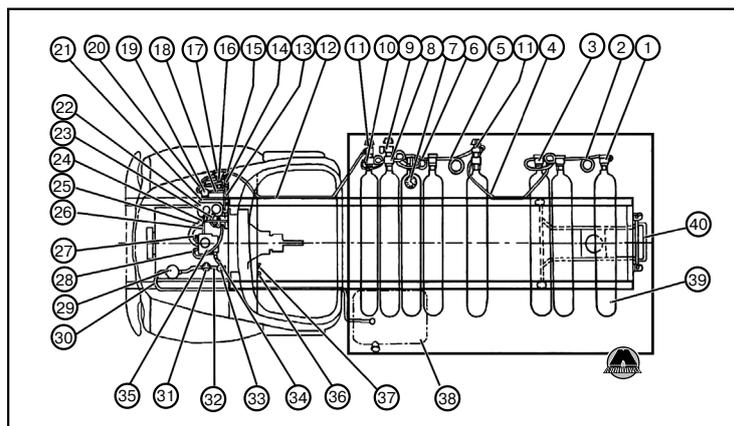

Рис. 1.
Принципиальная схема газобаллонной установки приведена на рис. 1.
Баллоны газовые (рис.1 (39)) предназначены для хранения, возимого на автомобиле сжатого природного газа.